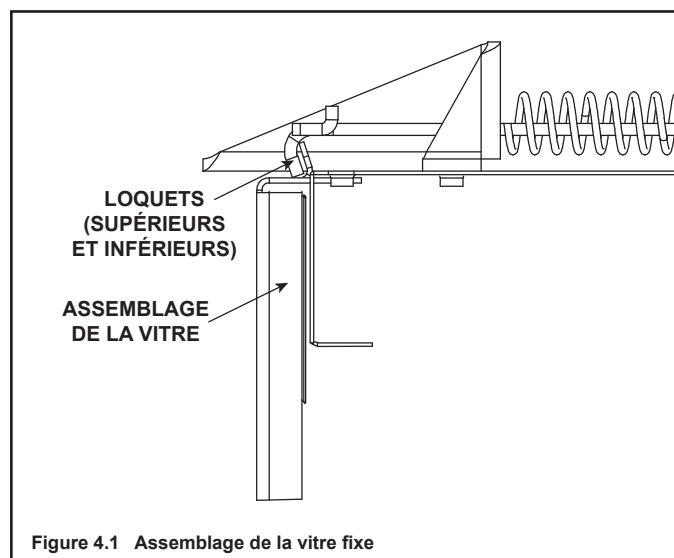

Figure 4.1 Assemblage de la vitre fixe
- Sortez les quatre loquets de l'assemblage de la vitre fixe de son cadre. Enlevez l'assemblage de la vitre fixe de l'appareil. Voir la figure 4.1.